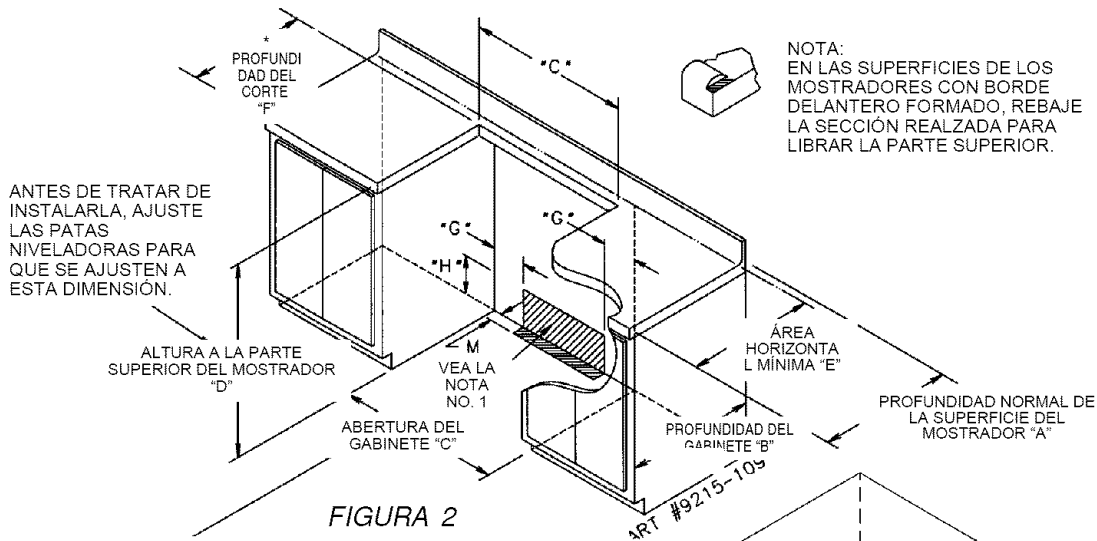

FIGURA 2
Este modelo se embarcó directamente de fábrica con el cordón de servicio (cable flexible de conexión). No es necesario hacer ninguna conexión en la estufa. Sencillamente conéctela en el tomacorriente de la estufa. Vea la figura 2 en la página 3 para saber la ubicación del tomacorriente.
- Decida dónde colocará el tomacorriente eléctrico. Debe estar en el piso o en la pared cerca del área que se muestra en la figura 2 ó 3.